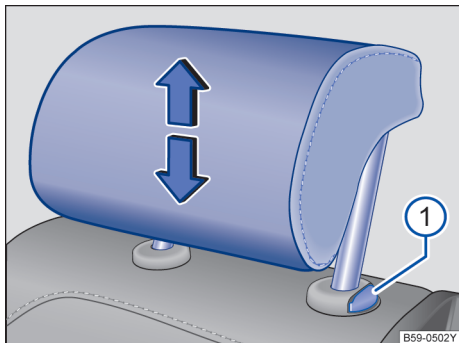

图 79 调整后排头枕
- 按住按钮→图 79 ①，同时沿箭头方向上推或下压头枕即可将头枕调整至合适高度→▲，在**翻折后排座椅靠背**中，见第 77 页。